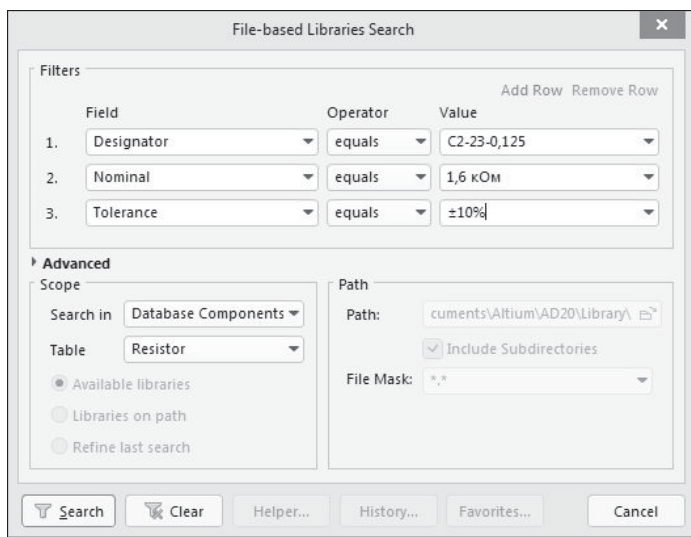

Рис. 2.43. Диалоговое окно поиска компонентов в библиотеках: составление маски поиска
- ❑ **File-based Libraries Search** — формирование маски и поиск компонентов в указанной библиотеке или таблице базы данных. По этой команде открывается диалоговое окно настройки маски поиска компонента с нужным составом параметров **File-based Libraries Search** (рис. 2.43).
- ❑ с помощью упомянутой ранее команды **File-based Libraries Search** (см. рис. 2.43). Для этого следует: